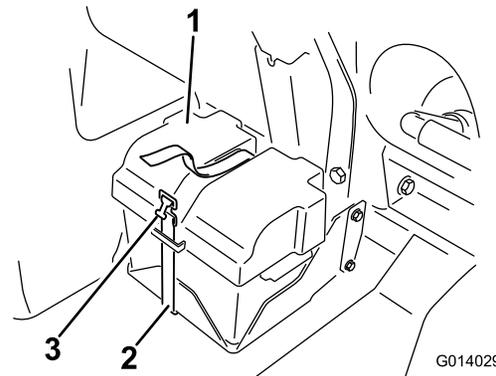

Figure 80
- Déposez le couvercle de la batterie et débranchez le câble de masse négatif (noir) de la borne de la batterie (Figure 80).
4. Posez le couvercle de la batterie et fixez-le avec la sangle que vous avez retirée précédemment (Figure 80).